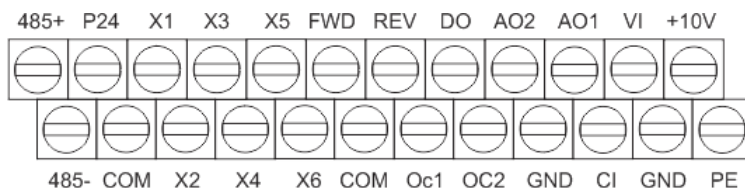

Fig.3-10 Ordem dos terminais CN3 (Inversores acima de 7,5kW 380V e 5,5kW 220V)
3.6.4.2 A conexão com um computador de controle ou CLP é feita conforme mostra a Fig. 3-10.